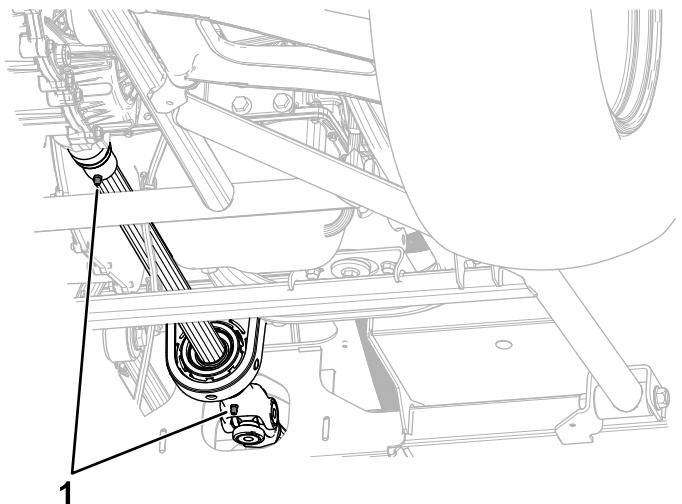

Figure 96
- **Arbre de transmission (2); voir Figure 96**